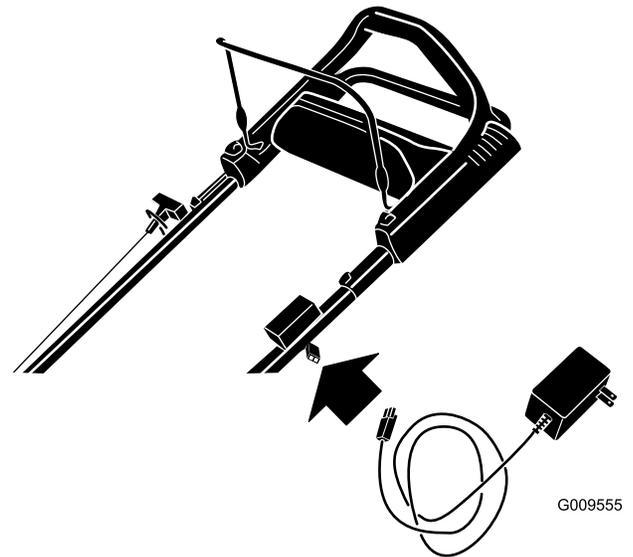

Figura 26
- Conecte el cargador al arnés de cables, que está situado debajo de la llave de contacto (Figura 26).